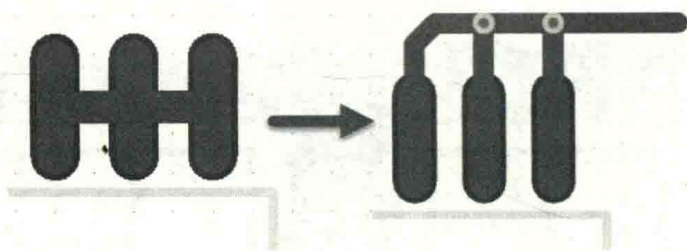

图 9-70 相邻同网络焊盘的连接方式
(6) 相邻焊盘是同网络的，不能直接连接，需要先连接外焊盘之后再进行连接，如图 9-70 所示，直连容易在手工焊接的时候造成连焊。